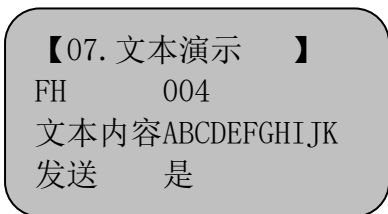

图 10
10、当光标【】移动至【06.时间设置】，按下⑦键，画面进入菜单7，如图10所示，本菜单的功能为，向与某只接收机或某组接收机连接的LED屏发送文字信息，本机上的文字信息为安装测试用，日常使用需要发送的文字信息需通过与本机连接的电脑软件上编辑、发送。